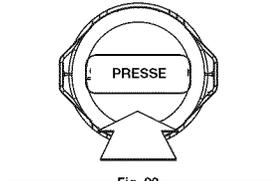

Fig. 22
- Replacez le couvercle de la tête de coupe et poussez fermement jusqu'à ce que les deux languettes retrouvent leur place. (Fig. 22)